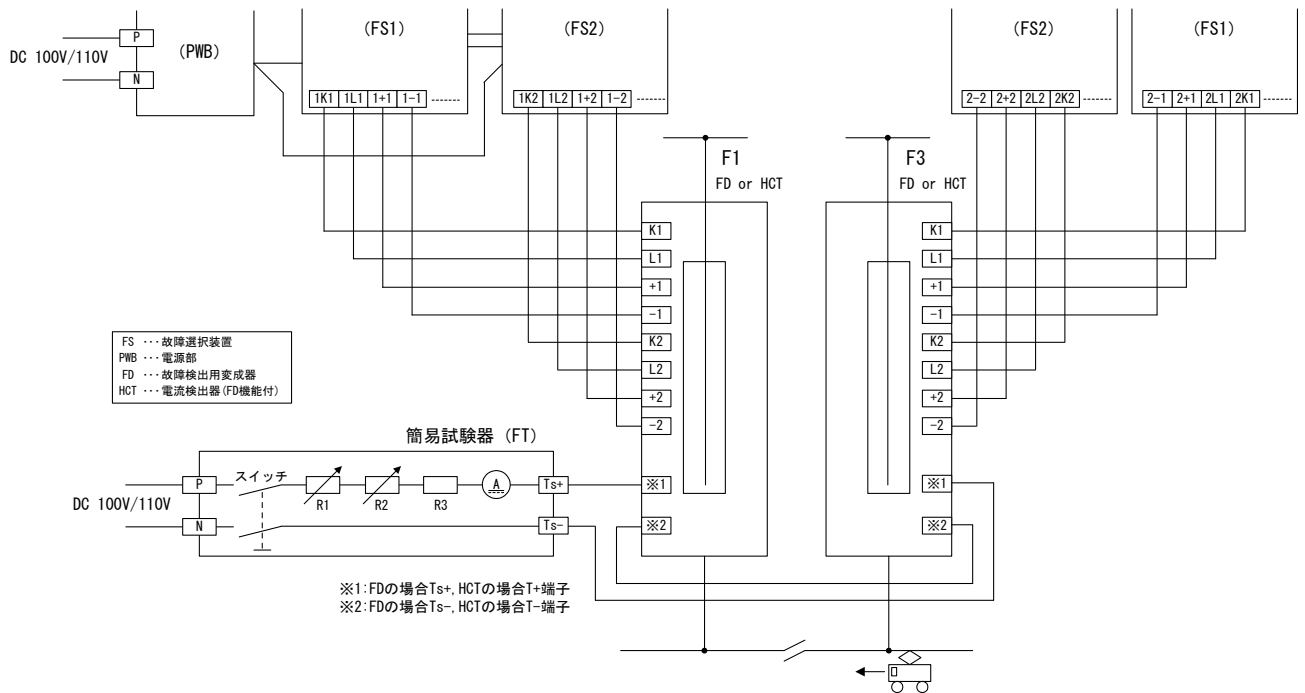

図 38. セクション補償試験回路
- ② 簡易試験器 (FT) のスイッチを投入し、可変抵抗器 R1, R2 を操作して試験コイルに流す電流を 2.2A (一次電流約 2200A に相当) に調整して下さい。
- ③ 2.2A の電流を約 2 秒間通電後にスイッチを切り、そのとき装置が動作しないことを確認して下さい。装置の回生失効時の不要動作防止機能が正常な場合、装置は動作しません。
- ① 図 38 のように装置を接続して下さい (セクション補償用 FD または HCT の試験端子の極性を逆に接続することに注意)
- ② 「a. の等価試験の試験方法」に準じて動作試験を行って下さい。この場合の動作値は、a. の試験結果の約 2 倍の電流値であれば装置は正常です。なおセクション補償率は、次の計算によって求めます。